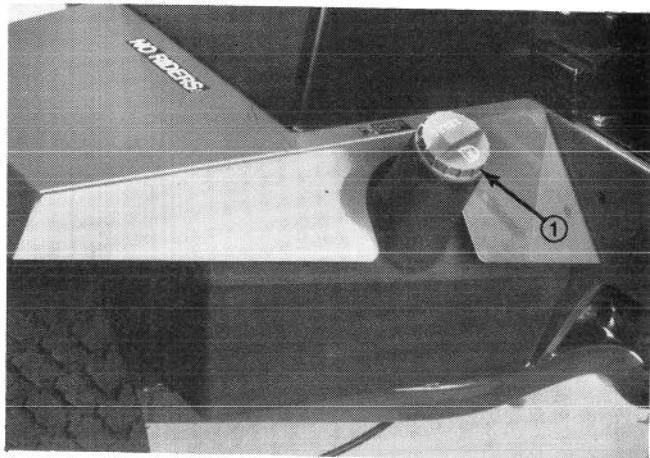

Abbildung 12
2. Den Kraftstofftankdeckel (Abb. 12) entfernen und den Tank bis 25 mm unter der Oberkante des Tanks (*nicht des Füllstutzens*) mit Nr. 2 Dieselkraftstoff befüllen. NICHT ÜBERFÜLLEN!